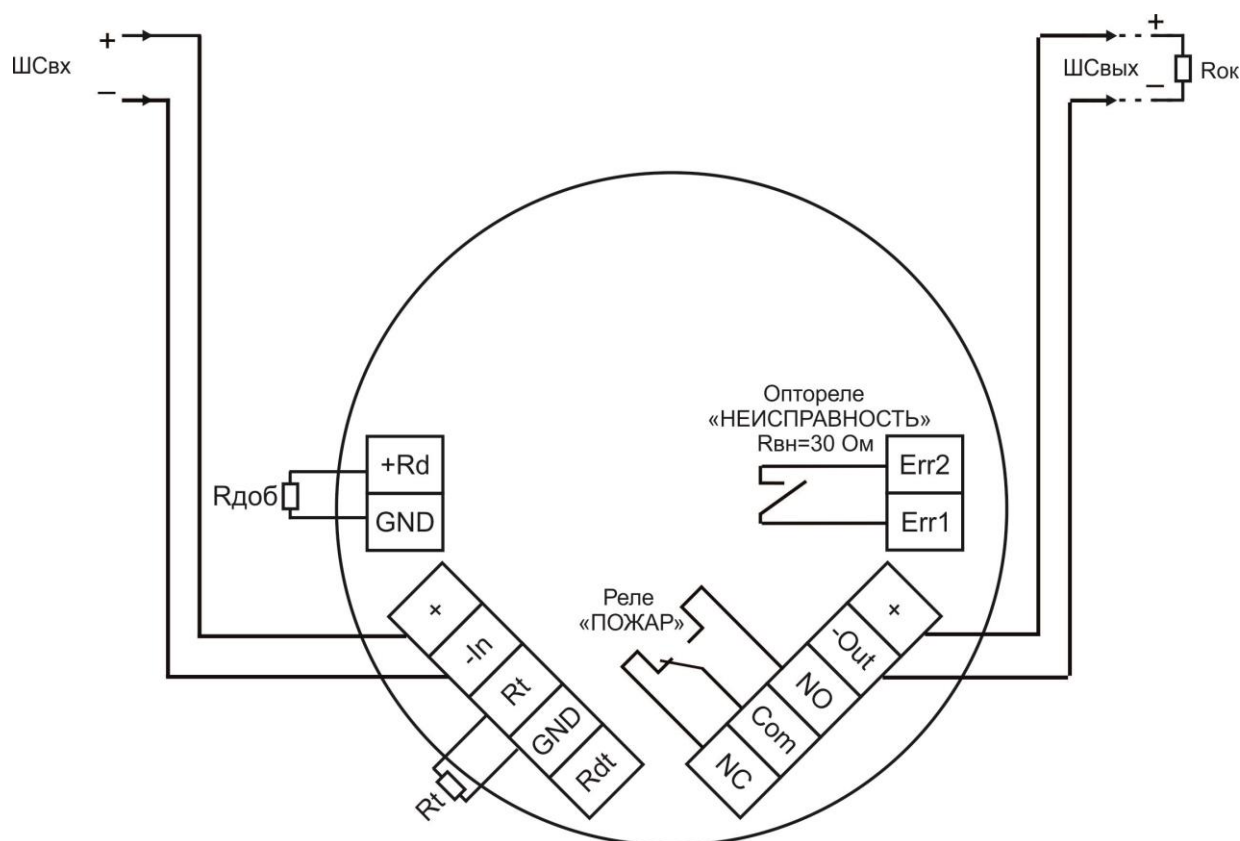

Рисунок 5 – 2-х проводная схема подключения
Подключение извещателя осуществляется по 2-х или по 4-х проводной линии связи в соответствии с рис. 5 - 7 настоящего РЭ.
- осуществить монтаж соединительного кабеля в кабельном вводе и соединить проводники в соответствии со схемой подключения к ППК, рис. 5 - 7.